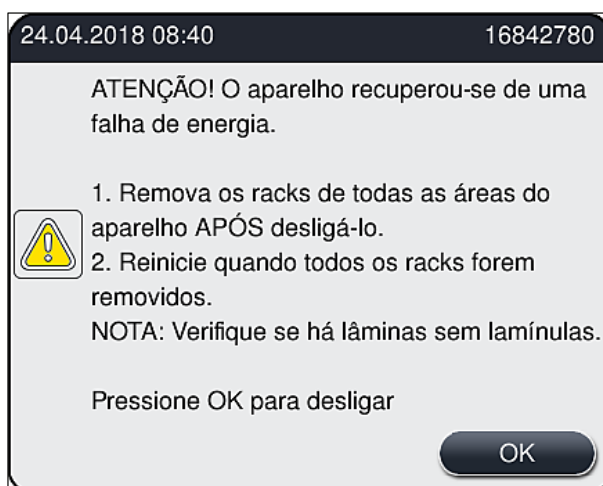

Fig. 109
- Após a alimentação ser restaurada, o aparelho realiza a inicialização automaticamente. O usuário é notificado sobre a falha de energia por meio de uma mensagem de informações (→ Fig. 109) na tela e o evento é inserido no registro de eventos.
- ① Após a alimentação ser restaurada, o aparelho realiza a inicialização automaticamente. Um sinal de aviso sonoro soa e uma mensagem de aviso é exibida no monitor (→ Fig. 109).
Siga então as instruções na mensagem de informações (→ Fig. 109) e remova as lâminas do aparelho.